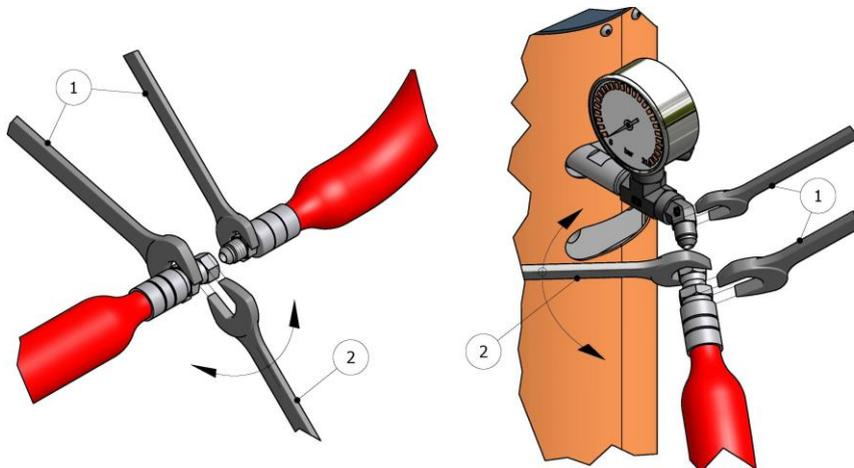

Figura 3. Método de unión de las Mangueras
¡ADVERTENCIA! Para unir las mangueras entre sí, a los calentadores o a la pistola, utilice dos llaves para sujetar las partes a unir (1) y con una tercera llave apriete o afloje (según proceda) la tuerca de unión (2) tal como muestran las ilustraciones de la Figura 3 de la pag.20. El par de apriete para dichas uniones debe ser el indicado en la Tabla 1 de la pág.18.